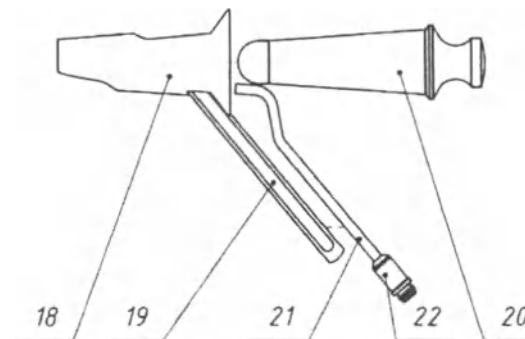
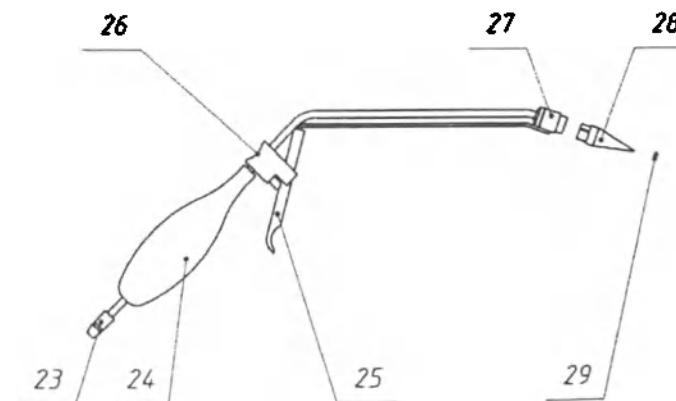

Рис. 8. Аноскоп.
Рис. 9. Аппликатор для наложения колец и кольцо латексное.
9. В случае применения в проктологии вставить и защелкнуть световод аноскопа (рис.8, поз.21) в рукоятку тубуса (рис.8, поз.19), вставить obturator (рис.8, поз.20) в тубус (рис.8, поз.18), подключить внешний источник света к коннектору световода (рис.8, поз.22). При использовании колец латексных подключить коннектор аппликатора для наложения колец (рис.9, поз.23) к внешнему источнику отрицательного давления.
При использовании в проктологии доступ к коагулируемым тканям обеспечивается с помощью аноскопа. При лечении геморроя рекомендуется использовать кольца латексные. Для этого с помощью конуса (рис.9, поз.28) надеть кольцо (рис.9, поз.29) на чашку аппликатора (рис.9, поз.27). Чашку аппликатора разместить на геморроидальном узле. Закрыть отверстие для выравнивания давления (рис.9, поз.26), при этом геморроидальный узел всасывается в чашку аппликатора. Сбросить кольцо с помощью спускового механизма (рис.9, поз.25) на основание геморроидального узла. Открыть отверстие для выравнивания давления и убрать аппликатор.